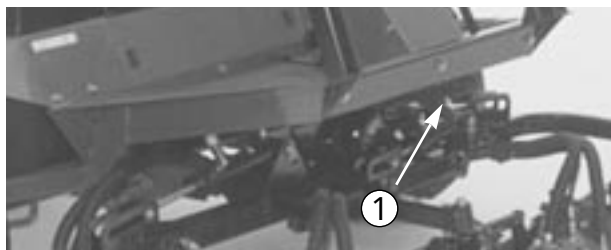

図 31
2. 前フレーム部材の中央部（図 31）に、チェーンやロープなど適当な牽引索を取り付ける。